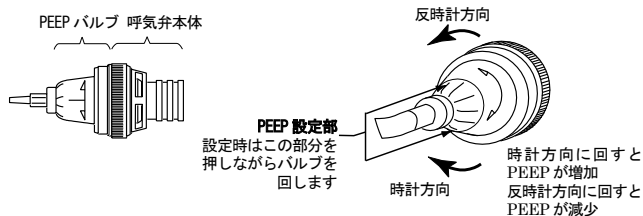

図 1
1. PEEP 設定部を押さえながら回転させ PEEP バルブを時計方向に回すと PEEP が増大し、反時計方向に回すと減少します。この方法で刻印されている PEEP 目盛 (0~20cmH2O) の必要とする数値に、回転部分の底部を合わせます (PEEP を必要としない場合は 0 に合わせます)。 (図 1、2 参照)